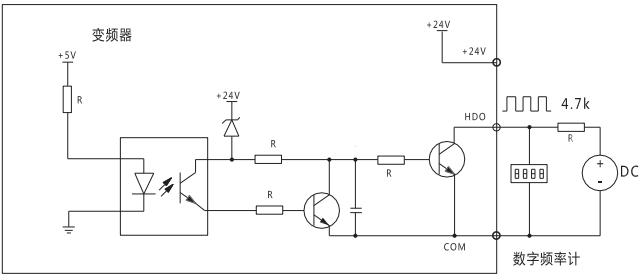

图5-5-4 输出端子HDO连接方式2
b) HDO用作数字脉冲频率输出，也可使用外部电源，接线方式如图5-5-4所示。